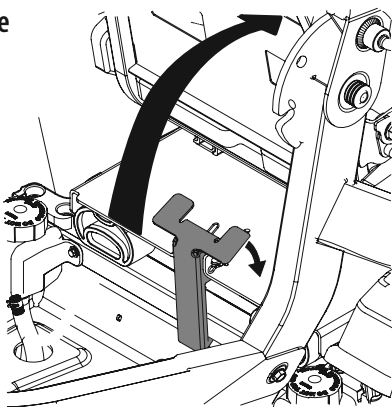

Figure 17
4. Faites pivoter tout le plateau du siège vers le haut. Voir Figure 17.